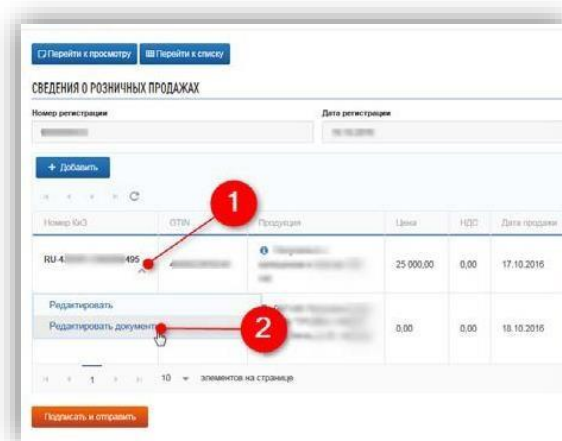

Рисунок 114 – Редактирование документов
– Чтобы внести сведения о видах документов по продаже (чек, бланк строгой отчетности, договор, прочее) нажмите на символ « \surd » в поле с номером КиЗ и выберите в выпадающем списке пункт меню «Редактировать документы» (рис. 114).